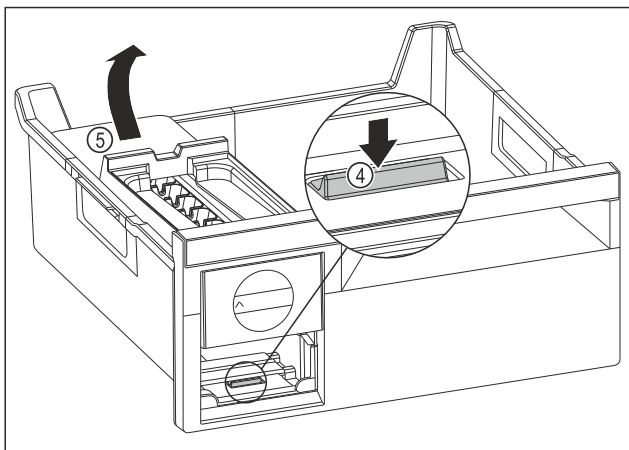

Fig. 141
- ▶ Wyjmowanie korpusu EasyTwist-Ice: Nacisnąć nakładkę Fig. 141 (4) palcem w dół i jednocześnie podnieść korpus EasyTwist-Ice Fig. 141 (5) od tyłu drugą ręką.